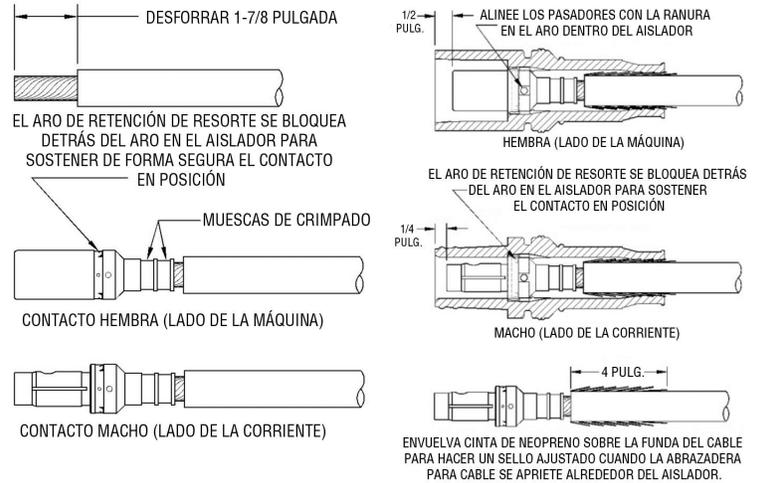

Figura 2
- Posicione el contacto como se muestra en la Figura 2 al alinear las clavijas del contacto con las aberturas en la parte posterior del aislador. Empuje el contacto hacia el aislador desde el extremo del cable del aislador. Un lubricante como el aerosol CRC 02094 puede ser empleado para realizar el ensamblaje. Presione hasta que las clavijas del contacto toquen el aro interno del aislador, gire el aislador mientras empuje contra el cable hasta que las clavijas se alineen con las aberturas en forma de U en el aro interno. Empuje hasta que el aro de retención se bloquee en el aro dentro del aislador. Tire del cable para determinar que el contacto esté bloqueado dentro del aislador. Cuando esté adecuadamente colocado, el contacto macho estará separado 1/4" de la parte frontal del aislador; el contacto hembra estará separado 1/2 pulgada.